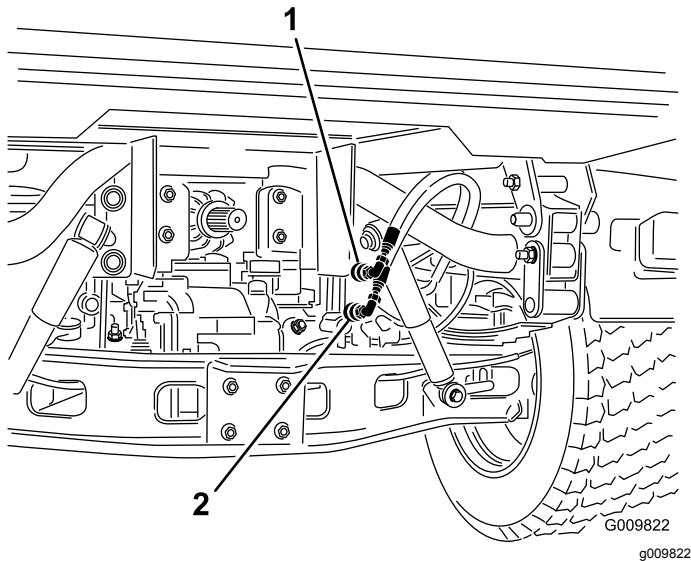

Bild 83
2. Schließen Sie an beiden Maschinen die zwei Schnellkupplungsschläuche von den Schläuchen ab, die an der Schnellkupplungshalterung befestigt sind (Bild 83).